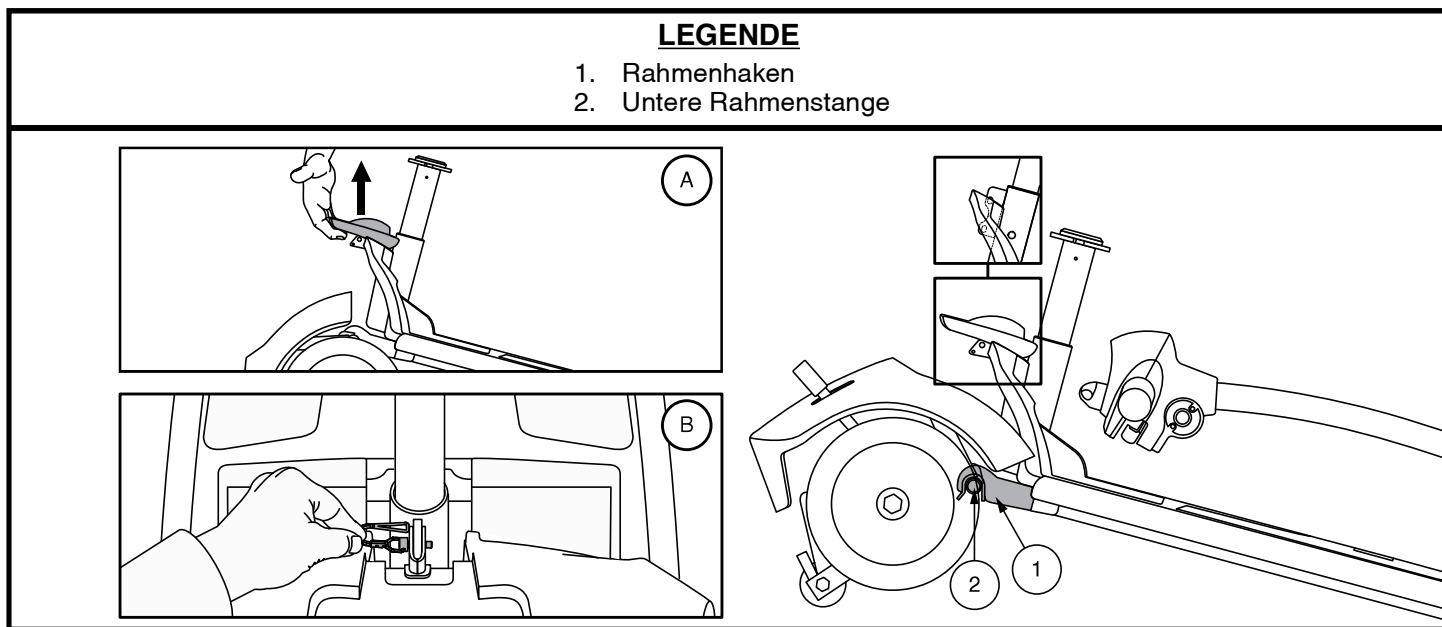

Abb. 33. Rahmenverriegelungshebel (Stil A) and Rahmenverschluss (Stil B)
4. Trennen Sie vorsichtig die beiden Teile. **Siehe Abb. 33.**
HINWEIS: Kippen Sie den hinteren Teil des Elektromobils vor dem Zusammenbau etwas nach hinten auf die Stützräder, wie in Abb. 33 gezeigt.
1. Benutzen Vorderteils den Rahmenverriegelungshebel (oder das Hinterteil an der Sitzstütze anheben für modelle 36, 336, 83 und 84) Sie zum Anheben und richten Sie die Rahmenhaken des Vorderteils an der unteren Rahmenstange des Heckteils aus. **Siehe Abb. 33.**
2. Wenn sich die Rahmenhaken über der unteren Rahmenstange befinden, senken Sie das Vorderteil ab und drehen gleichzeitig das Heckteil. Bei den Modellen 39, 40, 44, 40LX, 40X, 44X, 40E, 44E, 44LX, 50LX, 50LXLIT, 54LX, 54LXLIT, 53, 53HD, 54, 54HD, 73, 74 und Jazzy ZTS greift dadurch automatisch die Rahmenverriegelung. Bei den Modellen 36, 336, 336, 83 und 84 müssen Sie zum Abschluss der Rahmenmontage außerdem den Rahmenverschlussstift wieder anbringen. **Siehe Abb. 33.**